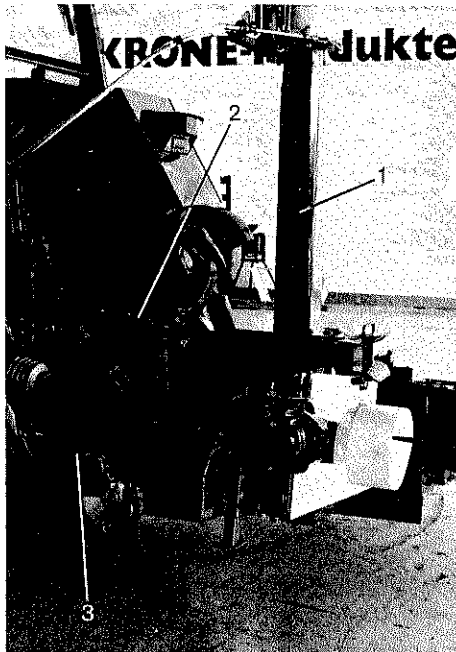

Abb. 3
Der Mais-Chopper ist so anzubauen, daß bei Arbeitsstellung das gerade Stück des Auswurfkrümmers (1), Abb. 3, genau senkrecht steht. Die Maschine sollte mittig hinter dem Schlepper sein, damit die Gelenkwelle möglichst gerade vom Schlepper zur Maschine verläuft. Die beiden Unterlenker (3) dürfen keine Seitenbeweglichkeit haben. Von der Seite her gesehen muß der Oberlenker (2) zu den Unterlenkern parallel verlaufen.